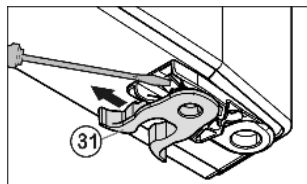

Fig. 10
- Pružinovou svorku *Fig. 10 (31)* přesadit: Stisknout záračku pro uchycení, přesto stáhněte pružinovou svorku.